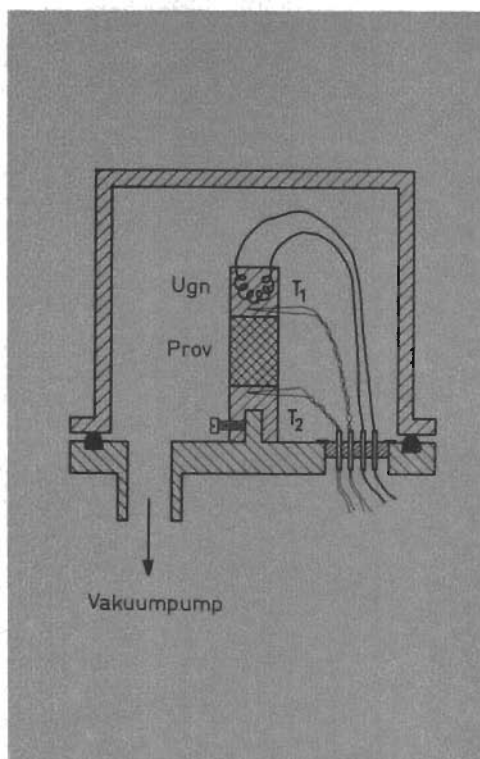

Fig. 7
Seebeck-koefficient och värmeledningsförmåga kan bestämmas i en och samma apparatur, se fig. 7 och 8. Provet fastlödes mellan en elektrisk »ugn» och ett underlag av metall, som hålles vid rumtemperatur. Med två termoelementpar kan man mäta dels temperaturerna T_1 och T_2 i provets båda ändar, dels spänningsfallet över provet, ΔV . Seebeck-koefficienten ges då omedelbart av ekv. (1). Genom att mäta strömtillförseln till ugnen kan man beräkna den i denna utvecklade elektriska effekten W . Denna effekt ledes huvudsakligen bort genom provbiten, men en del, w , strålar ut från ugnen och ledes bort genom bl.a. termoelementtrådarna. Ledning genom konvektion i den omgivande luften elimineras genom att mätningen utföres i vakuum av ca 10^{-4} mm Hg. Följande uttryck ger nu värmeledningsförmågan λ hos provbiten, vars längd betecknas med l och tvärsnittsarea med a :
Bild av apparaturen vid bestämning av värmeledningsförmåga enligt principen, visad i fig. 7. En kopselpump och en olje-diffusionspump upprätthåller vakuum, vilket mätes med Pirani-vakuummeter.
A view of the equipment used for measurements of thermal conductivity according to the principle shown in figure. 7. The vacuum system consists of a rotary pump and an oil diffusion pump, the vacuum is measured with a Pirani gauge.